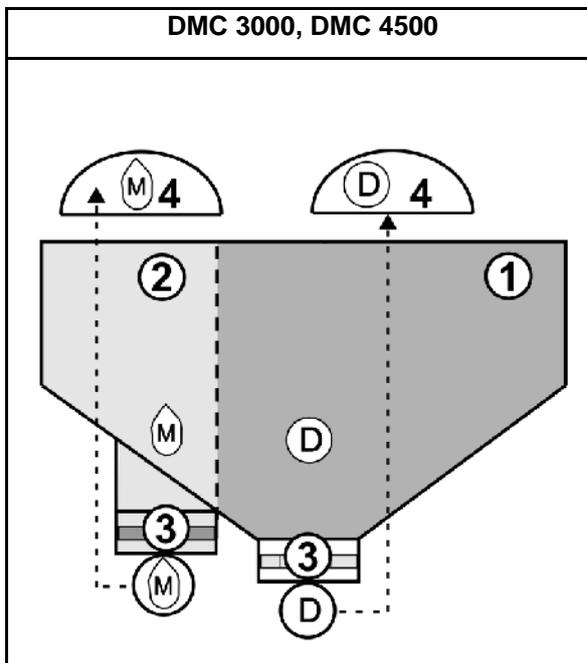
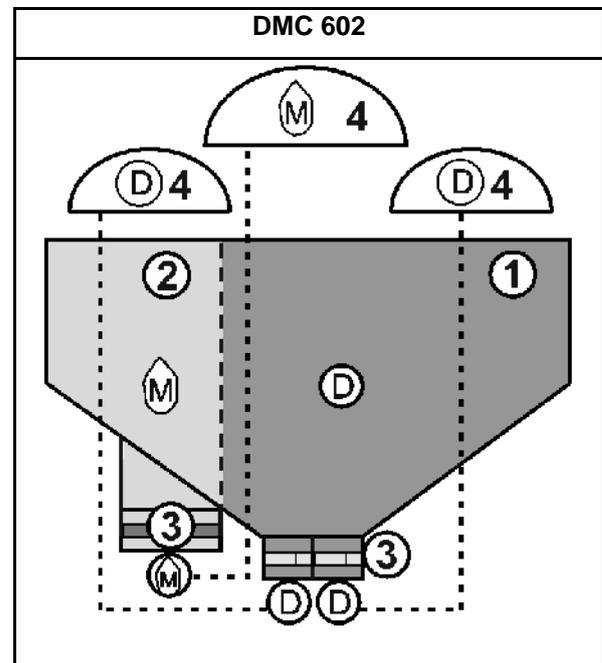

Fig. 32
Fig. 33
- Equipar el dosificador con el rodillo dosificador correspondiente para maíz y abono (Fig. 32/3, Fig. 33/3).
- En función de la distancia deseada entre hileras, algunas salidas de todos los distribuidores (Fig. 32/4, Fig. 33/4) deben cerrarse.